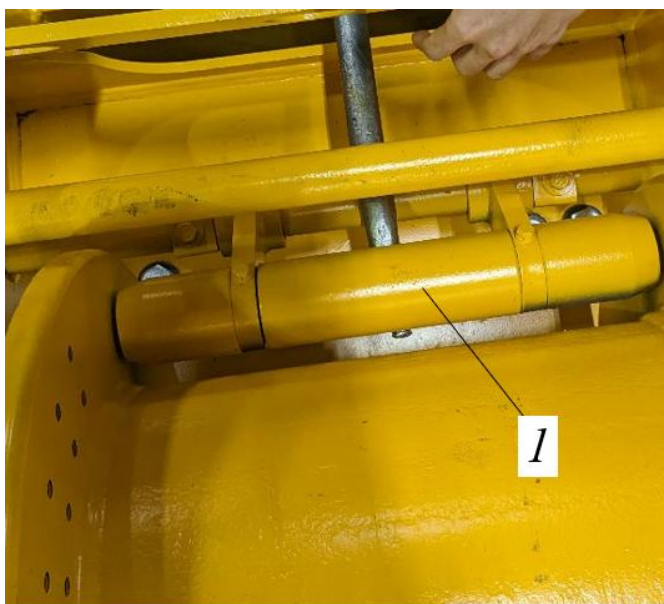

Рисунок 2. Отвод прижимного ролика от барабана
- Если лебедка оборудована прижимным роликом, то необходимо отвести его от барабана (см. рис. 2).